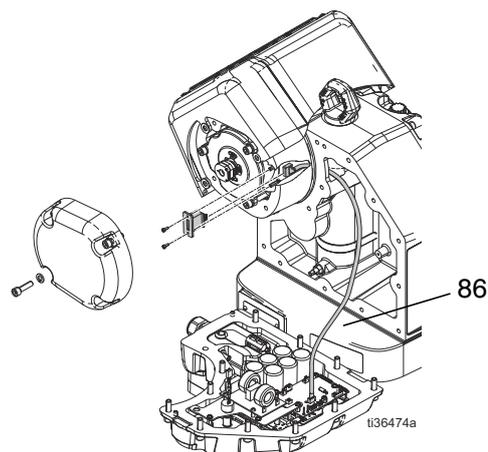

FIG. 22: Cavo del token
- Cavo del token (86). Vedere FIG. 22 a pagina 18.